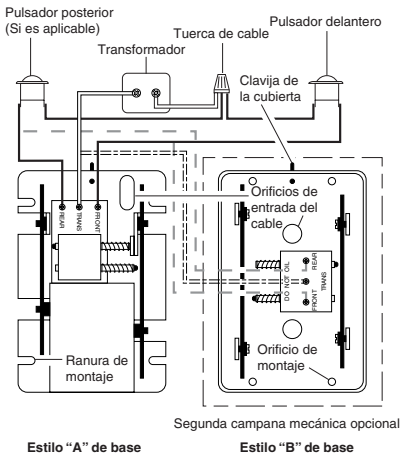

Figura 1
- Encaminar los cables a través de los orificios de entrada del cable (ver la Figura 1).
3. Tender dos cables de timbre No. 20 AWG o mayor (cables accesorios No. 196 ó No. 199C Heath®/Zenith) a la ubicación de la campana. Pelar 1/2 de pulgada de aislamiento de extremo a extremo de los cables. Conectar cada cable al transformador (ver la Figura 1).
- Montar el botón(es) en el marco(s) de la puerta. Tender dos cables de timbre No. 20 AWG desde el botón(es) a la ubicación de la campana. Pelar 1/2 de pulgada de aislamiento desde el extremo de los cables. Conectar cada cable al botón(es) (ver la Figura 1).
- Pelar 1/2 de pulgada de aislamiento desde el extremo de los cables. Conectar el cable "F" al terminal de tornillo marcado "FRONT". Conectar el cable "T" al terminal de tornillo marcado "TRANS". Conectar el cable "R" al terminal de tornillo marcado "REAR" (ver la Figura 1).
- Conectar el cable "F" al tornillo terminal marcado "FRONT". Conectar el cable "T" al tornillo terminal marcado "TRANS". Conectar el cable "R" al tornillo terminal marcado "REAR" (ver la Figura 1). *Nota:* La conexión común puede existir en otra ubicación en la instalación original y puede no ser visible.